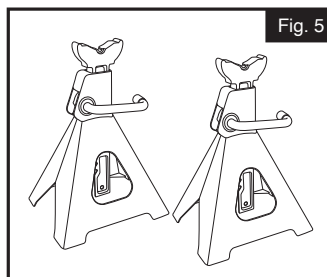

Fig. 5
9. **SOUTENEZ TOUJOURS** la charge avec des chandelles. Voir Figure 5. Placez des chandelles de capacité appropriée (non incluses) sous le véhicule aux emplacements recommandés par le fabricant du véhicule. **NE PAS** se mettre sous le véhicule sans chandelles. Les crics ne sont pas conçus pour maintenir de lourdes charges pendant de longues périodes. **NE PAS** tenter de mettre des chandelles simultanément sous les deux extrémités du véhicule ou sous un côté du véhicule.